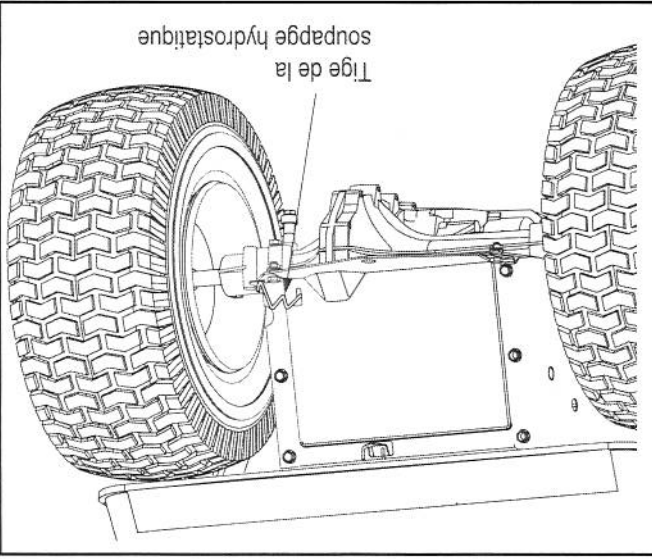

Figure 12
- Localisez la tige de la soupape hydrostatique de dérivation sur l'arrière du tracteur. Voir la Figure 12.